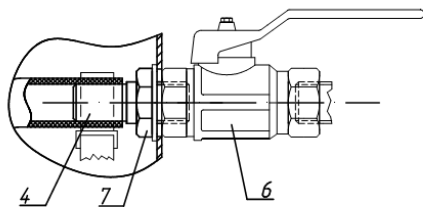

Рис. 1
6.2 Для повторного использования устройства нужно удалить остатки воды из рукава, раскатав его на всю длину и открыв насадок, затем высушить рукав и уложить как показано на Рис.1.
Устройства КПК-Пульс-01/1 и КПК-Пульс-01/2 состоят из: рукава (шланга) (1) (Рис.1), с установленным на него насадком (распылителем) (2). Они уложены в шкаф (3). Рукав с помощью хомута (5), закреплен на штуцере (4). Штуцер (4) через отверстие в корпусе шкафа, накручивается на кран (6) (в комплект поставки не входит) трубопровода холодной воды хозяйственно-питьевого назначения. При необходимости тушения очага пожара вода из трубопровода холодной воды хозяйственно-питьевого назначения проходит через кран, штуцер и рукав и в виде компактной или распыленной (обеспечивается поворотом гайки на насадке) струи подается на очаг пожара до его полного подавления.
- 5.2 Достать скатку рукава (1) (Рис.1) из корпуса шкафа(3);